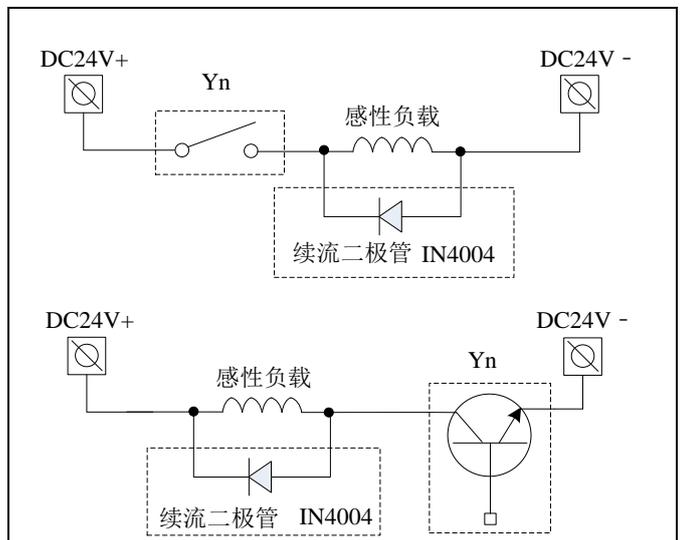

图 2-4 直流负载电路
① 空端子，请勿配线。
② 熔断器：当输出端子上连接的负载短路时，有可能会烧坏印刷电路板，请务必在输出中加入起保护作用的熔断器。
③ 紧急停止：使用外部开关。
④ 电阻性负载。
⑤ 电感性负载。
⑥ 互锁电路：利用外部电路形成互锁，并在 PLC 的程序中执行互锁，确保任何异常突发状况发生时，均有安全的保护措施。
⑦ 白炽灯。
⑧ 续流二极管：PLC 的输出继电器没有内部保护电路，因此在使用直流电感性负载时，请并联接上一个反向电流二极管（必须能承受负载电压的 5~10 倍；正向电流必须大于负载电流），可增加接点寿命。如图 2-4 所示。
⑨ 直流电源。